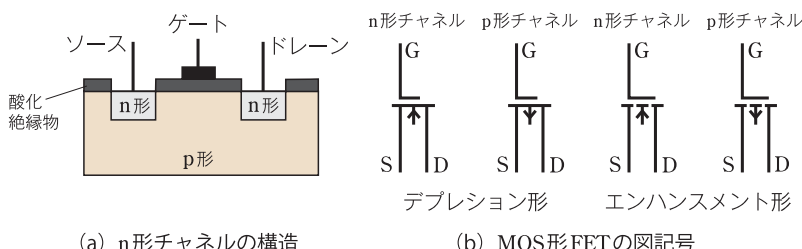

図20 MOS形FET
MOS①形FETは酸化絶縁膜を利用したものである。図20(a)のような構造